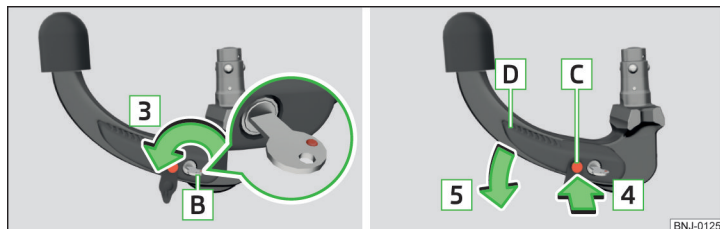

Fig. 234 Desbloquear la cerradura/ introducir el perno de activación y presione la palanca de mando
- Gire la llave **B** en el sentido de la flecha **3** de manera que la marca roja muestra hacia arriba » fig. 234.